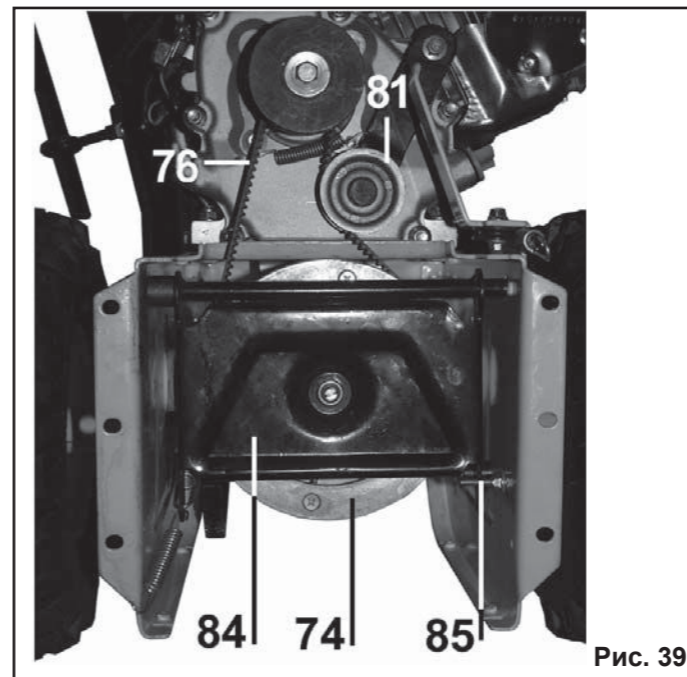

Рис. 39
9.16. Замена ремня привода колес/гусениц (Рис.39)